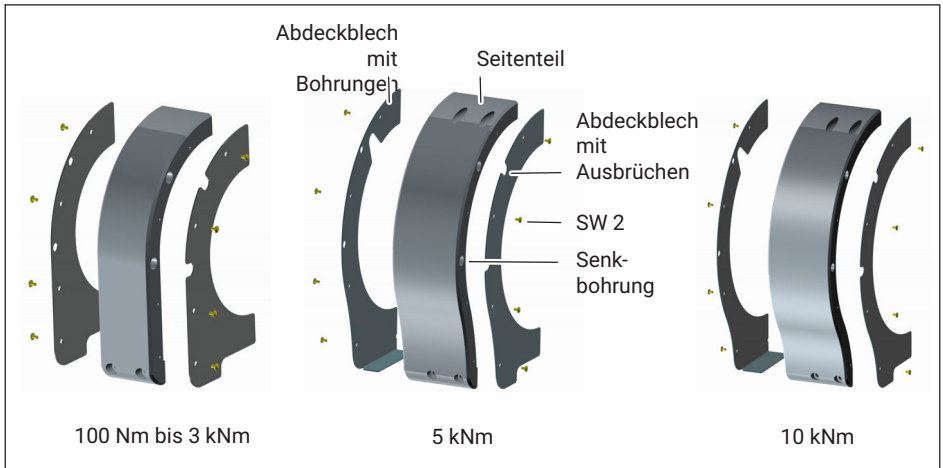

Abb. 8.7 Abdeckbleche montieren
4. Schrauben Sie die Abdeckbleche auf die Seitenteile (Schrauben mit Innensechskant SW 2; Anziehdrehmoment  $M_A = 1 \text{ N} \cdot \text{m}$ ). Beachten Sie, dass das Abdeckblech mit den Ausbrüchen auf der Seite mit den Senkbohrungen zu montieren ist! (Siehe Abb. 8.7.)